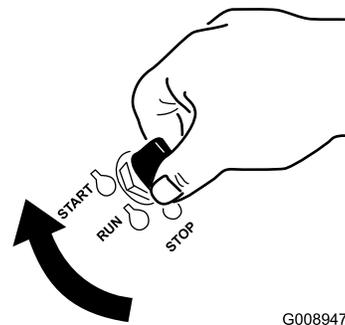

Figura 17
1. Rode a chave da ignição para a posição Start (ligar) (Figura 17). Quando o motor arrancar, solte a chave.
6. Rode a chave da ignição para a posição Start (ligar) (Figura 17). Quando o motor arrancar, solte a chave.